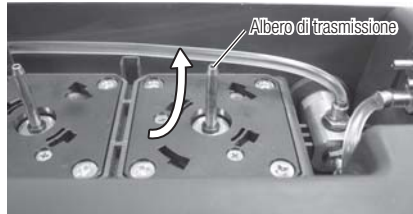

Fig.37
- Rimuovere le impurità e l'acqua dall'albero di trasmissione dal basso verso l'alto. (Fig. 37)